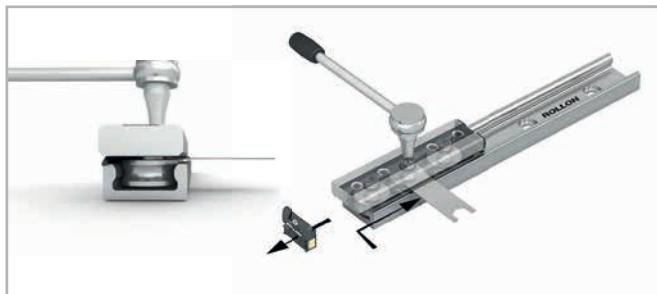

图 60
- (5) 将滑块放置在导轨的一端，以快速将扁平板手插入。
- (6) 将提供的扁平板手插入导轨和滑块之间的一侧。注意，要从滑块的一端插入，然后在侧密封下将其滑动至轴承（图 60）。将扁平板手与滚轮销的六角形啮合。
- (7) 顺时针转动扁平调节扳手，使偏心销与出厂设置滚轮销对面的滚道相接触，杜绝滑块松动。不要使用太高的预载荷，否则会增加磨损度，降低使用寿命。
- (8) 用扁平板手将滚轮销保持在正确位置，同时拧紧固定螺丝，以确保将滚轮销固定到位。
- (9) 移动滑块，并检查整个导轨长度上的预载荷。滑块移动必须顺畅无卡顿。如果发现任何摆动/松动或用力过度，则重复上述调节步骤。滑块移动顺畅且无松动的情况下为最佳预载荷。
- (10) 对于有3个以上滚轮销的滑块，需要对每个要调整的滚轮销重复上述步骤。确保所有的轴承均能够与导轨均匀接触。
- (11) 用扁平板手保持滚轮销的角度，同时用扭矩扳手拧紧已调整好轴承的固定螺丝。所述拧紧杯参见表28。
- (12) 重新安装清洁刷。